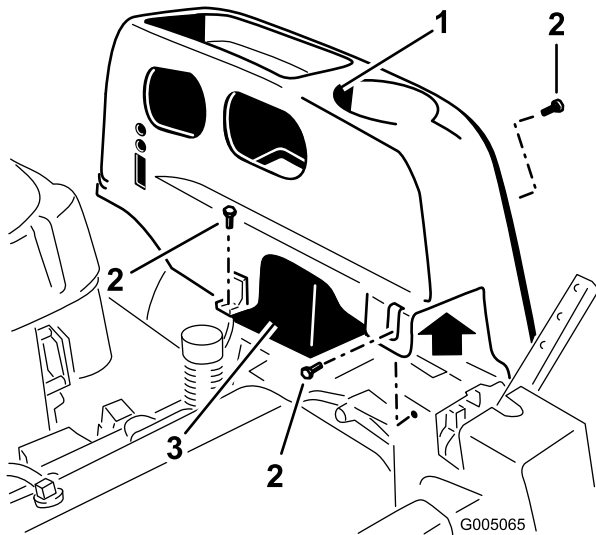

Figure 23
2. Enlevez les vis à tête TORX® (T25) qui fixent le couvercle gauche au châssis, comme illustré à la Figure 23.